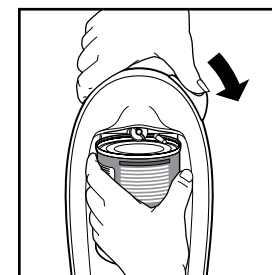

Figure 3
4. Tenir la boîte et pousser l'interrupteur vers le bas. Voir la Figure 3. La boîte sera maintenue en position aussi longtemps que l'interrupteur est abaissé.